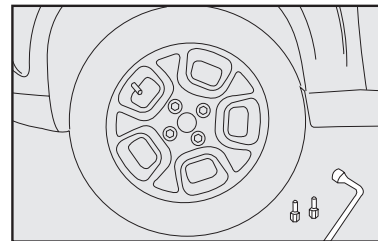

fig. 8
10) Apriete los tornillos, utilizando la llave especial fig. 8.